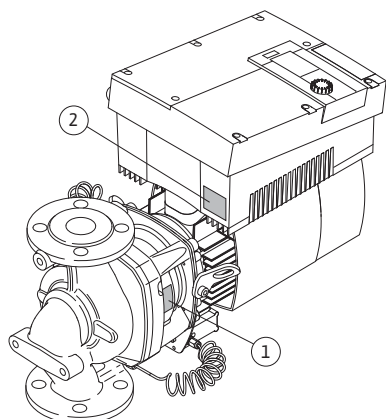

Fig. 11: Dispunerea plăcuțelor de identificare:
- Plăcuța de identificare a pompei (Fig. 11, Poz. 1) conține numărul de serie (Ser.-No.../...), care este necesar, de ex., pentru comandarea pieselor de schimb.
- Plăcuța de identificare a modului electronic (modul electronic = invertor sau convertizor de frecvență) (Fig. 11, Poz. 2) indică denumirea modului electronic utilizat.